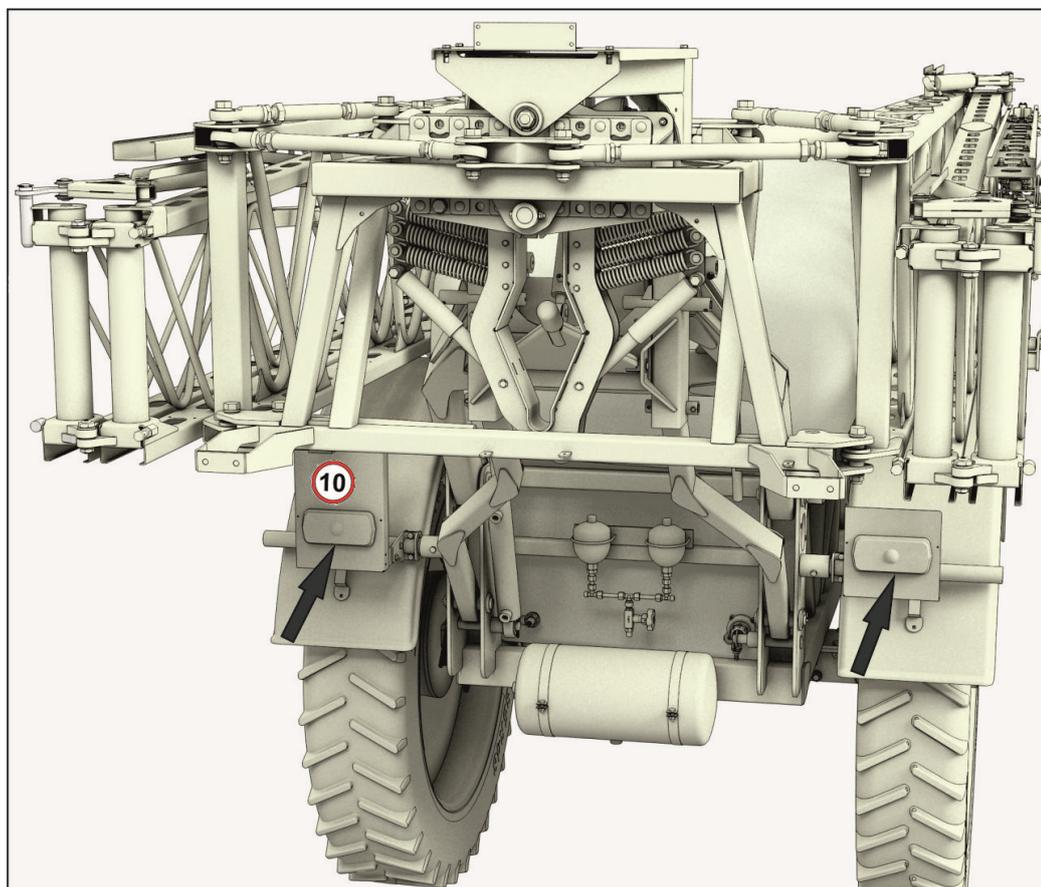

Рисунок 3.18 – Задние фонари
- фонари задние (рисунок 3.18);